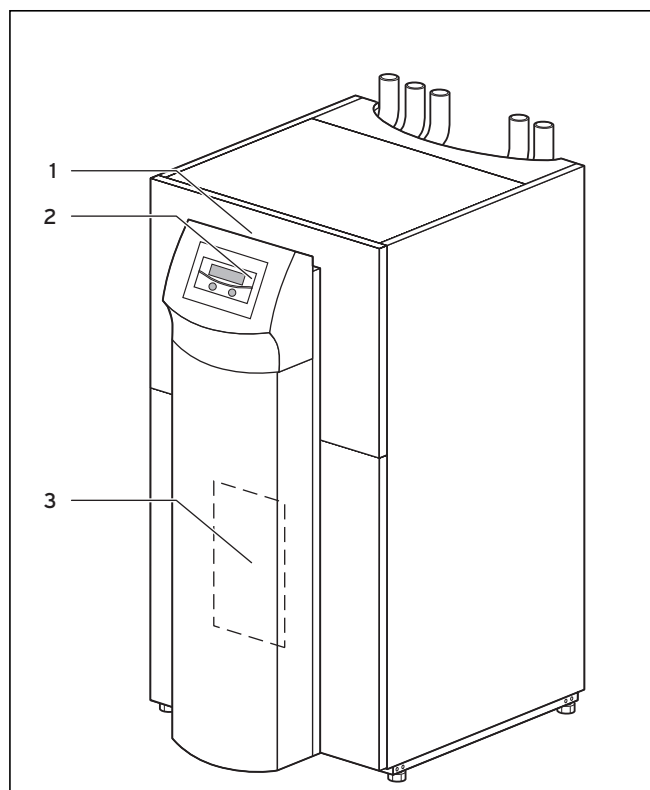

Bild 2.4 Framsida VWS/VWW
Värmepumpens typbeteckning är angiven på dekalen (se bild 2.4, pos. 1) på pelarnas ram.
Teckenförklaringar till bild 2.4